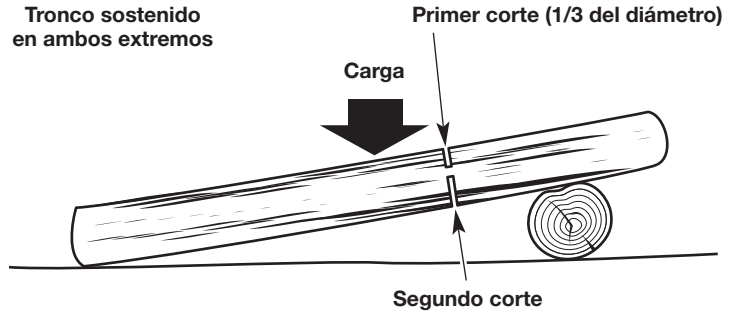

Fig. 20
- Si el tronco está sostenido en dos extremos (Fig. 20), haga el primer corte desde el lado de arriba (tronzado desde arriba). Consulte *Tronzado desde arriba*.